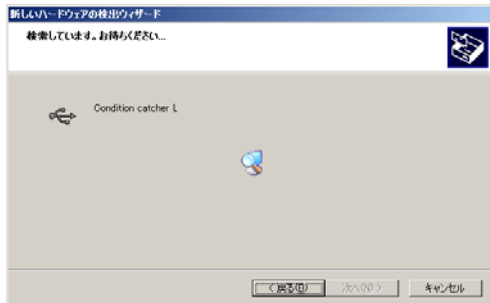
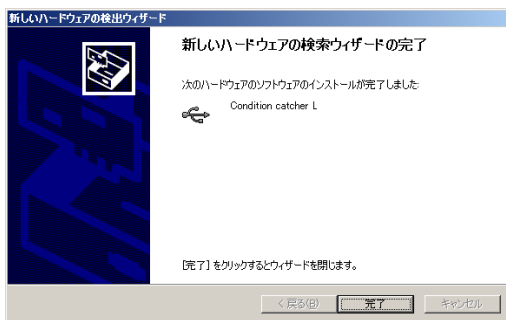

図 11. USB ドライバのインストール画面 2
図 12. USB ドライバのインストール画面 3
- ③ 図 11 の画面が表示された後、自動的に CD のドライブを検索し、パソコンにインストールされます。正常にインストールが完了すると、図 12 の画面が表示されます。